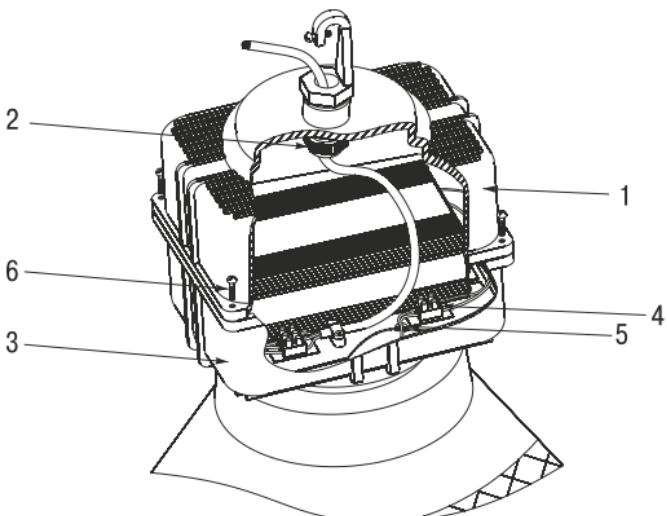

Рисунок 3
– Открутить винты (поз.6) крепящие верхнюю крышку (поз.1), (см. рисунок 3).